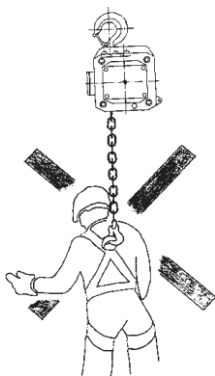

Fig 3
- Taljen skal ikke benyttes til transport av personer (fig. 3).